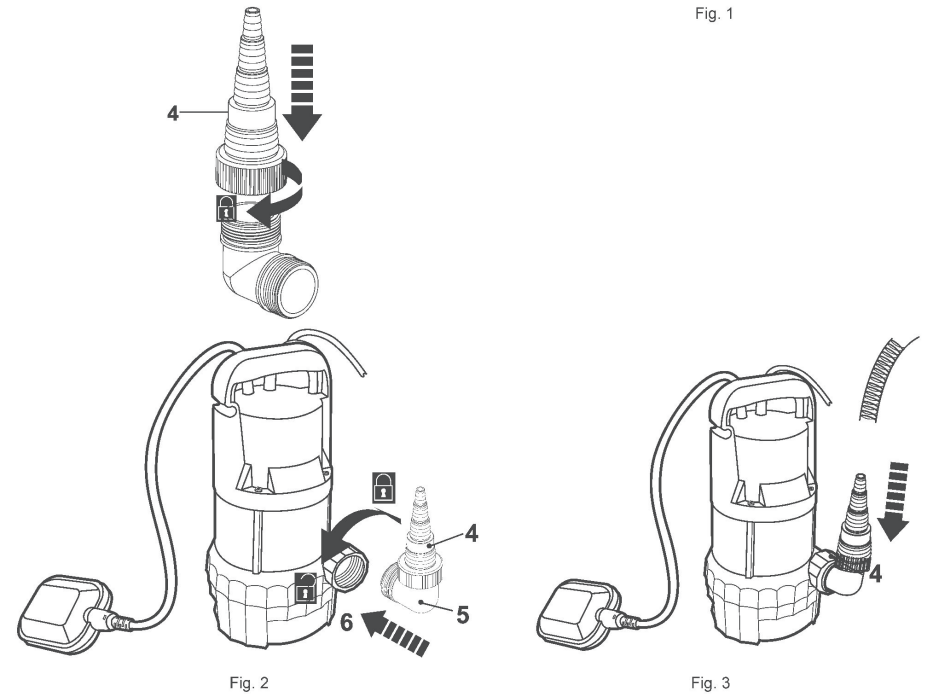

Fig. 1
- Atornille el conector (4) hacia la derecha en el adaptador si no se encuentra ya previamente montado (Fig.1).